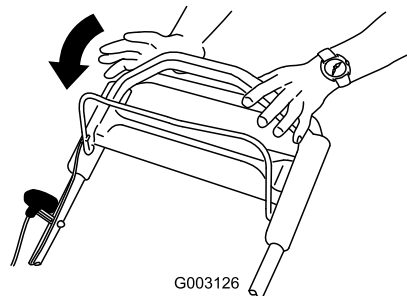

Figuur 19
3. Houd de bedieningsstang van het maimes tegen de handgreep (Figuur 19).